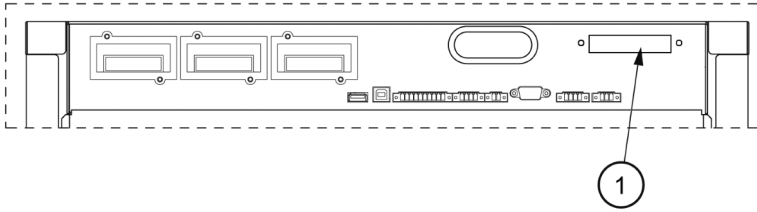

Figure 24. Interfaces de communication
Ces entrées se trouvent derrière la porte de l'UPS, sur la section supérieure de l'UPS. Voir la figure 24 pour les emplacements de connecteurs.
- Un bornier à 12 broches pour les signaux de commande parallèle externe est accessible à droite de l'interface de communication, sur la section supérieure de l'UPS (voir figure 24).